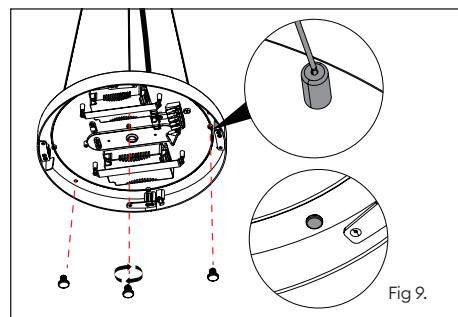

Fig 9.
- Affix the 3x suspension adjuster bolts onto the base section (fig 9).
- Fixez les 3 boulons d'ajustement de la suspension sur la base (fig. 9).